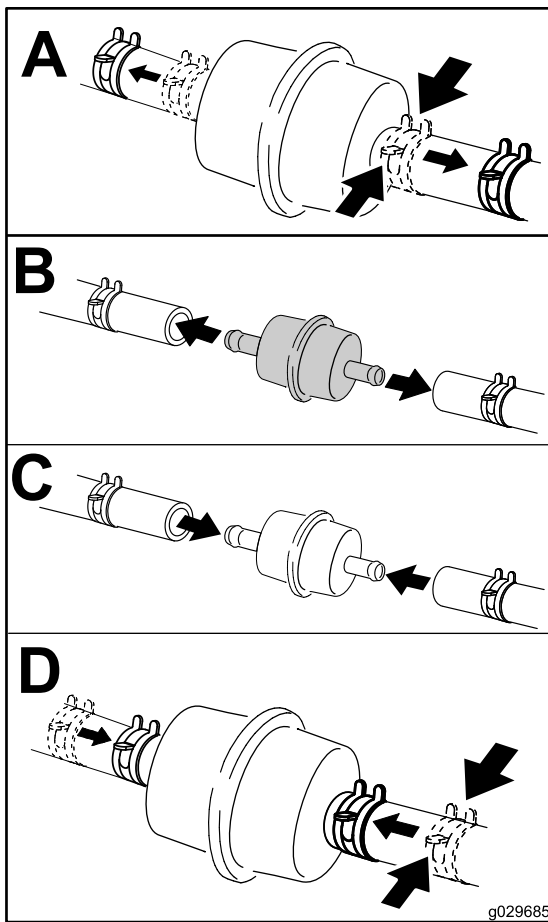

Figura 40
4. Substitua o filtro de combustível conforme se mostra na Figura 40.